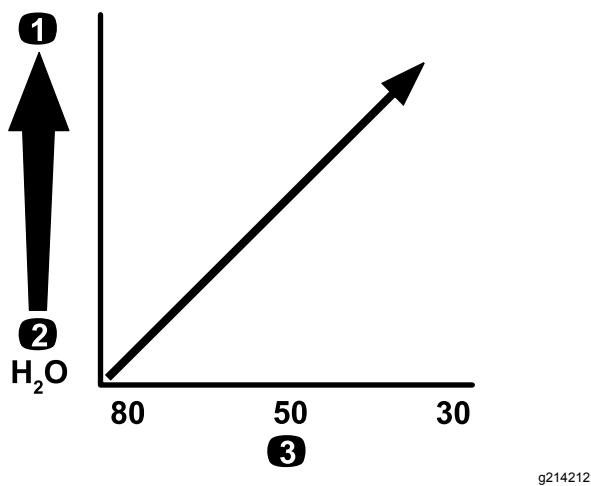

Figure 77
**Important:** Si vous pulvérisez des produits chimiques de viscosité plus élevée (plus épais) ou des solutions avec poudres mouillables, vous devrez peut-être utiliser un maillage plus grossier pour le filtre d'aspiration ; voir Figure 77.